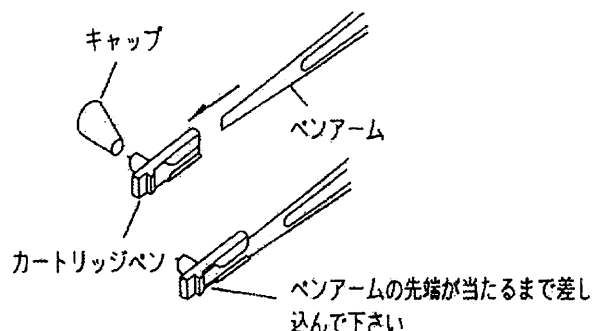

図7-1 カートリッジペンの交換
7. カートリッジペンの交換 (図7-1)
- ① カートリッジペンを外すときは、ペンアームをしっかり持ってカートリッジペンを図7-1の矢印の方向へ抜いて下さい。
- ② 新しいカートリッジペンを取付けるときは、ペンアームを持ちその先端の取付部分に変形しないように注意してペンアームの先端がぶつかるまで差し込んで下さい。挿入後抜け落ちてしまうようなときはペンアームの先端を軽く湾曲させてから挿入して